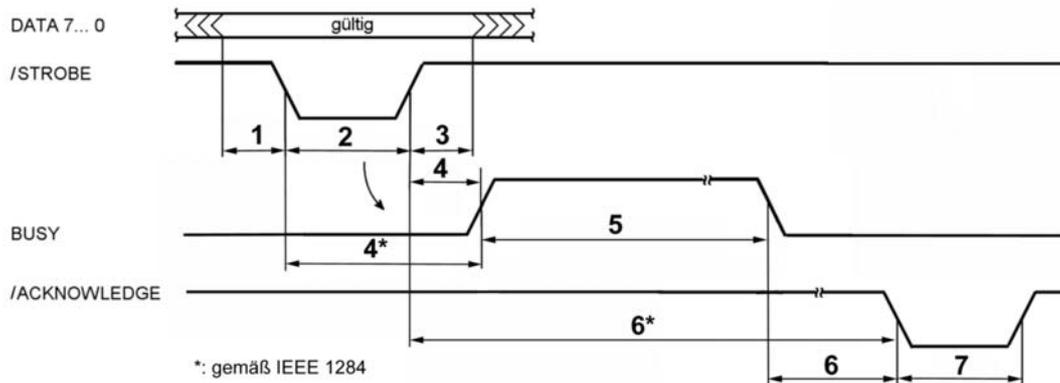

Abb. 3.4 SPP-Datenübertragung (Centronics-Handshaking). Zeitangaben in Tabelle 3.1
*) : andere Definition beachten (vgl. Abb. 3.4)
Das ist eine Sonderbetriebsart des ECP. Hierbei wird das Centronics-Handshaking des SPP (vgl. Abb. 3.4) von der Hardware unterstützt. Um die Übertragung auszulösen, genügt es, das Byte in den FIFO-Puffer zu schreiben. Den Rest erledigt die Hardware. Zeitkennwerte (Überblick): Daten-Vorhaltezeit wenigstens 600 ns, Strobe-Impulsdauer wenigstens 600 ns, Datenhaltezeit wenigstens 450 ns, Zeit zwischen Strobe-Aktivierung und BUSY-Aktivierung höchstens 500 ns, Zeit von Deaktivierung von BUSY (Gerät ist wieder bereit) bis zum nächsten Strobe: wenigstens 680 ns.